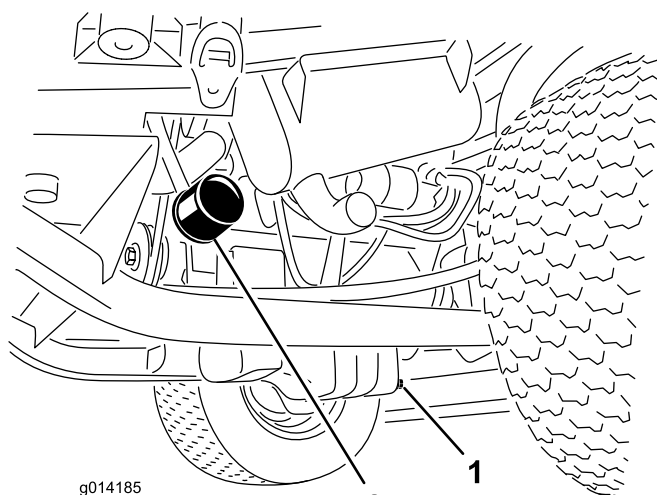

Figure 32
1. Retirez le bouchon de vidange (Figure 32) et laissez couler l'huile dans un bac de vidange.
3. Déposez le filtre à huile (Figure 32).